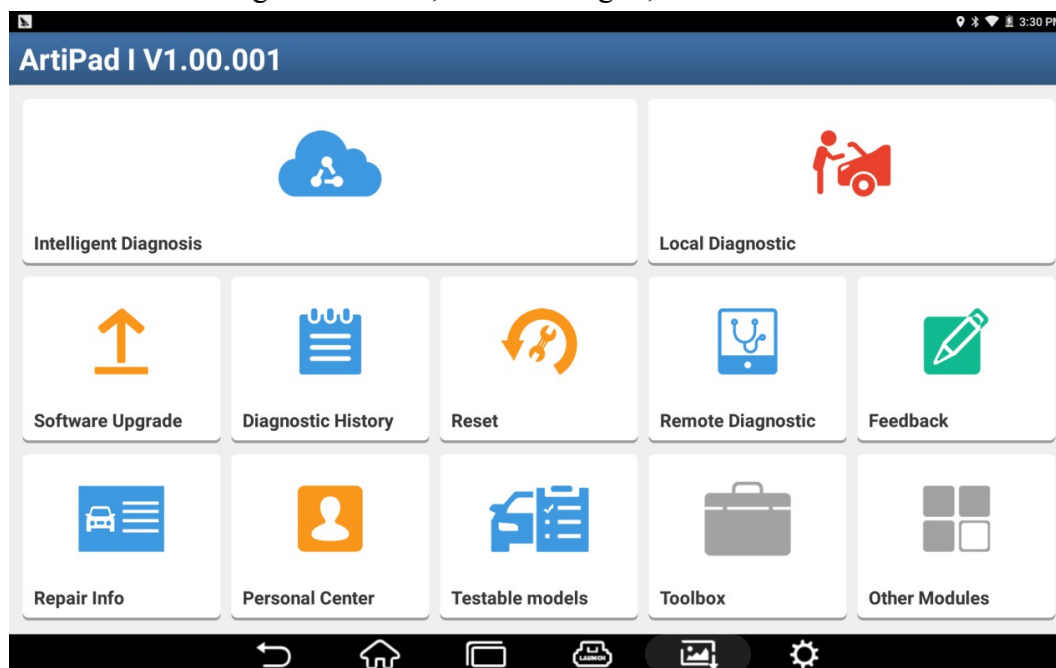

Fig. 1
1. Selezionare “Diagnosi Locale”, vedere la Fig. 1;